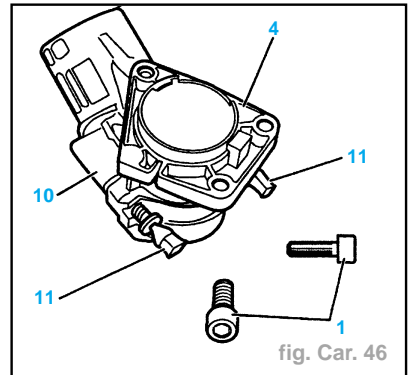
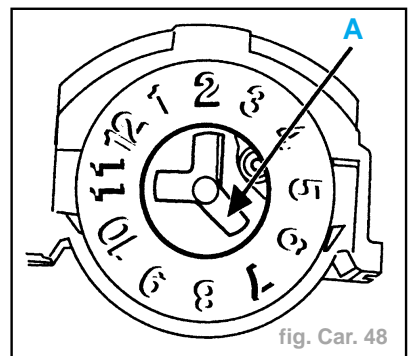

fig. Car. 46
fig. Car. 48
- Déposer (fig. Car. 46) :
- la bride (10),
- le boîtier (4).
- Serrer les vis (1) alternativement et progressivement jusqu'à 2 daN.m (fig. CAR.46).
- Déposer les vis (1) et les remplacer par les vis (11).
- Serrer les vis (11) alternativement et progressivement jusqu'à rupture : serrage à 2,2 ± 0,5 daN.m.
Impératif : Avant la repose du contacteur, vérifier que le positionnement (A) de la platine se situe bien en face des points (2), (7) et (11) (fig. Car. 48).